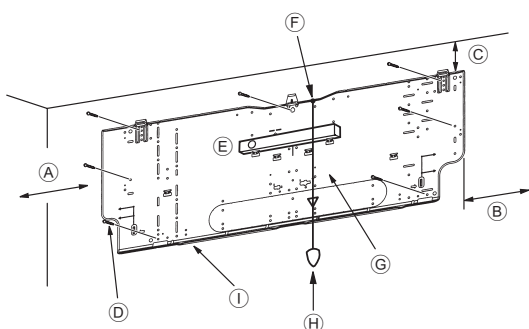
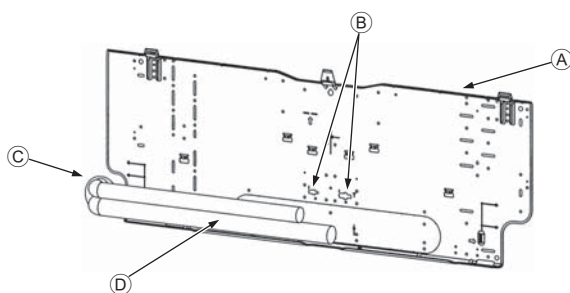

Рис. 3-4
Рис. 3-5
■ PKA-RP60, 71, 100KAL (Рис. 3-4)
- Д Крепежные винты (4 × 25) ②
- И Монтажная плита ①
3.3. Встраивание труб в стены (Рис. 3-5)
- А Монтажная плита ①